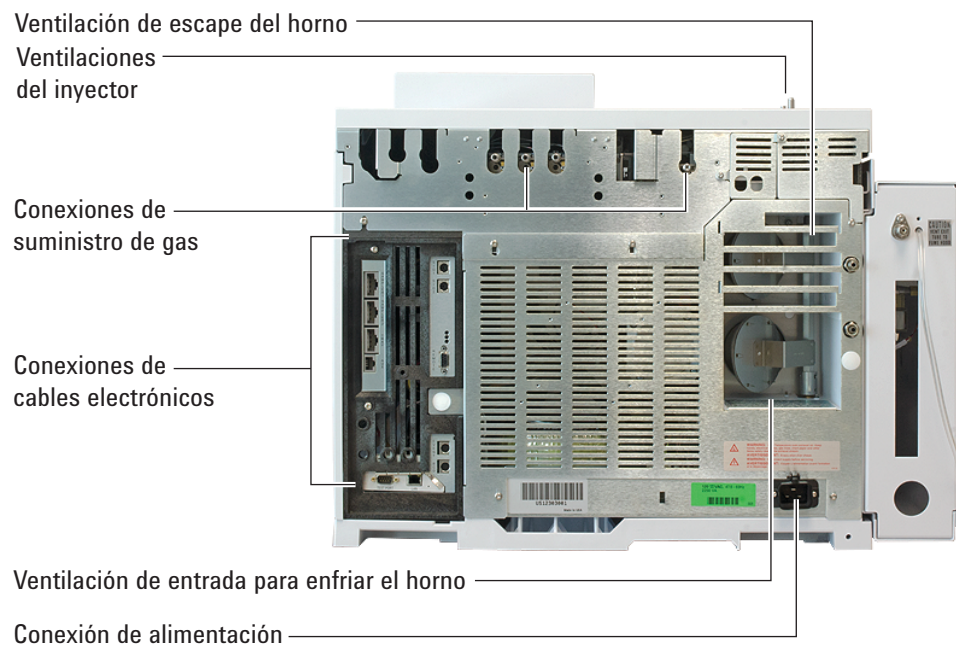

Figura 2 Parte posterior del GC 7890B
- 1 Ubique la etiqueta de alimentación que se encuentra cerca del conector del cable de alimentación en la parte posterior del GC. (Consulte la Figura 2). Compare la configuración de alimentación del instrumento con el voltaje de la línea del laboratorio. Consulte “Consumo eléctrico” a continuación.